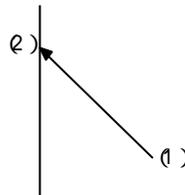
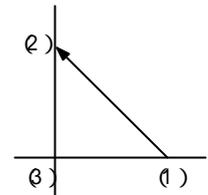
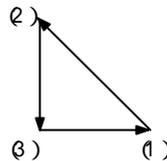

図 10
図 11
図 12
次の(2)-(3)間の部材は垂直材であるため,(2)を通る垂直線を長めに描きます(図10).
(3)の点は,図10の垂直線上のどこかにあり,(3)-(1)間の水平部材は(3)の次は(1)に戻るため,(3)地点から水平に移動して(1)の基点に戻らなければなりません.そうすると図11の形が決まり,(1)のスタートから周るよう図12のような力の向きが決まります.この図12の線の長さは力の大きさになります. $N_{fc}$  はP (圧縮), $N_{fg}$  はP (引張)となるのがわかります.